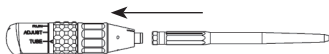

Figura 5
2. Sujete firmemente con una mano la pieza de mano y con la otra presione y gire el manguito de liberación del accesorio hasta que la flecha esté alineada con el símbolo de desbloquear (figura 5).